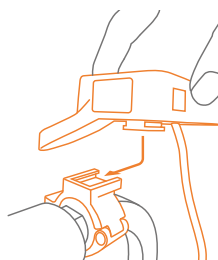

Figura 3: Collegare il controller di supporto spingere.
- a. Collegare il controller di supporto spingere **(Figura 3)**. Un clic può essere ascoltato quando viene raggiunta la posizione corretta.